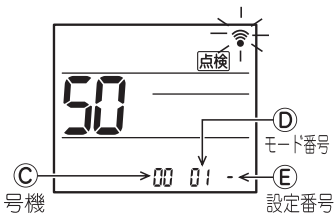

図2
- ▼ ボタン⑥を押して号機③を設定対象ユニットに合わせる。(図2)
- ▼ ボタン⑥を押してモード番号⑩を合わせる。(図2)
- ▼ ボタン⑥を押して設定番号⑥を選択する。(図2)